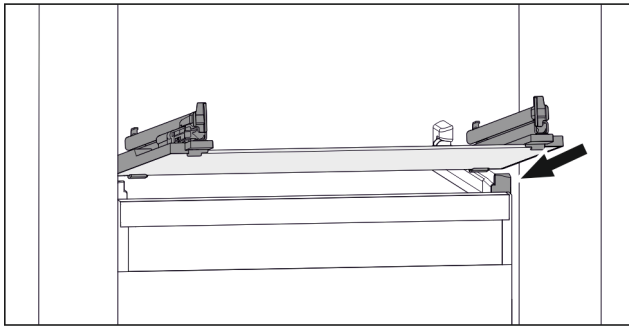

Fig. 53 Beispielhafte Darstellung der Glasplatte
- ▶ Glasplatte schräg hinter den Stoppern aufsetzen. (siehe Fig. 53)